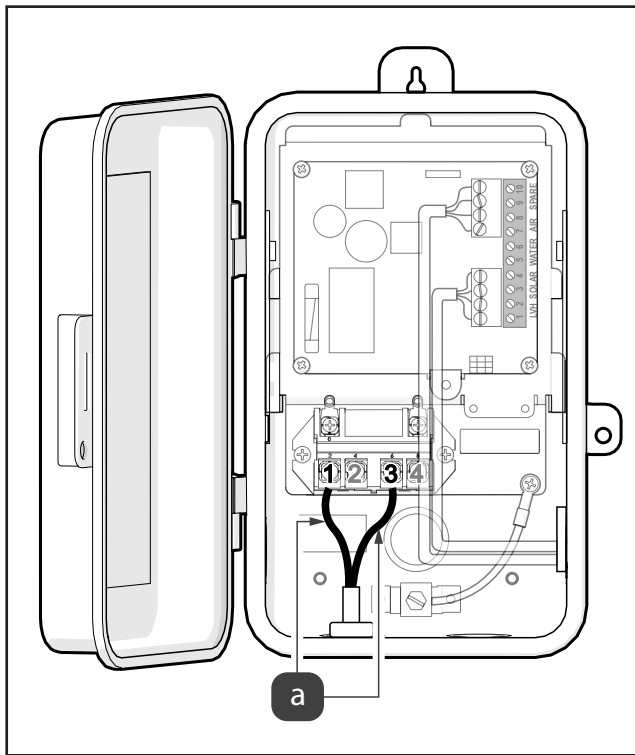

Figure 2. Connectez les câbles d'entrée
9. Branchez une entrée « Line » depuis la borne 1 et l'autre vers la borne 3, reportez-vous à la Figure 2 (a).